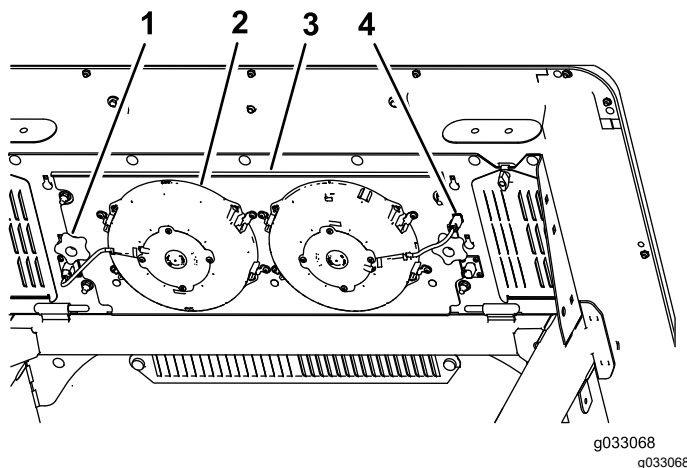

Figura 95
2. Pestaña (4)
3. Desconecte el enchufe y el cable de los ventiladores de la toma (Figura 95).
4. Retire los 2 mandos que fijan el conjunto del panel del ventilador y los ventiladores a la parte inferior de la parte superior de la cabina (Figura 95) y retire el conjunto.